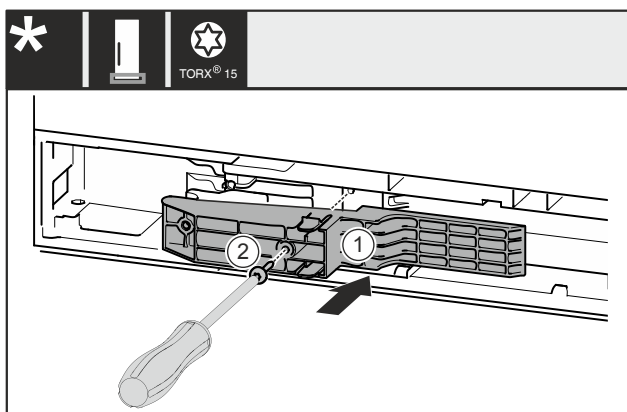

Fig. 51 *
- ▶ Indsæt adapterstykket Fig. 51 (1) i udsparringen på grebsiden.*
- ▶ Skru skruen Fig. 51 (2) fast med en skruetrækker.*